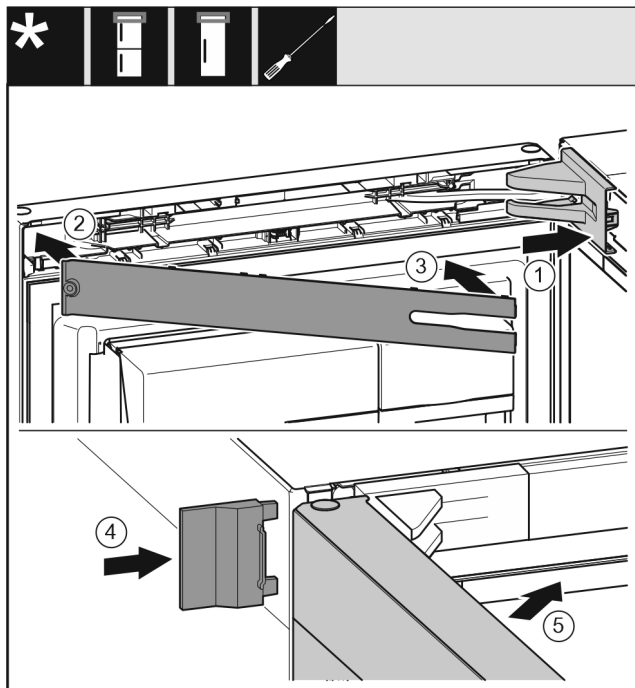

Fig. 31
- ▶ Stavite pokrov podloška ležaja Fig. 31 (1) i pustite ga da se uglati, po potrebi ga oprezno razdvojite.
- ▶ Natakните masku Fig. 31 (2).
- ▶ Zakrenite masku Fig. 31 (3) i pustite da uskoči.
- ▶ Natakните vanjski poklopac Fig. 31 (4).
- ▶ Zatvorite gornja vrata Fig. 31 (5).